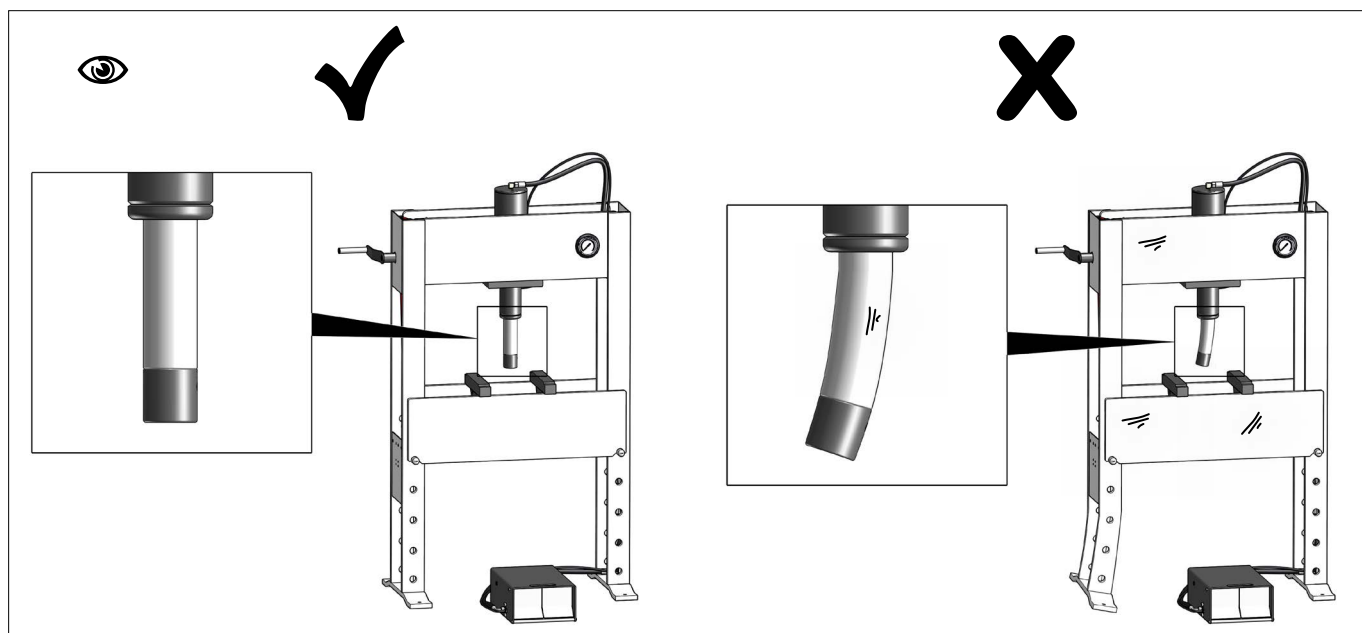

Fig.26
**(DK) Sikkerhedsmæssige eftersyn**
- Skader og unormalt slid (Fig.26)
- Damage, wear and tear (Fig.26)
- Schäden und ungewöhnliche Abnutzung (Fig.26)
- Dommages et usure (Fig.26)
- Slitage (Fig.26)
- Vauriot ja yleinen kuluminen (Fig.26)
- Schade en slijtage (Fig.26)